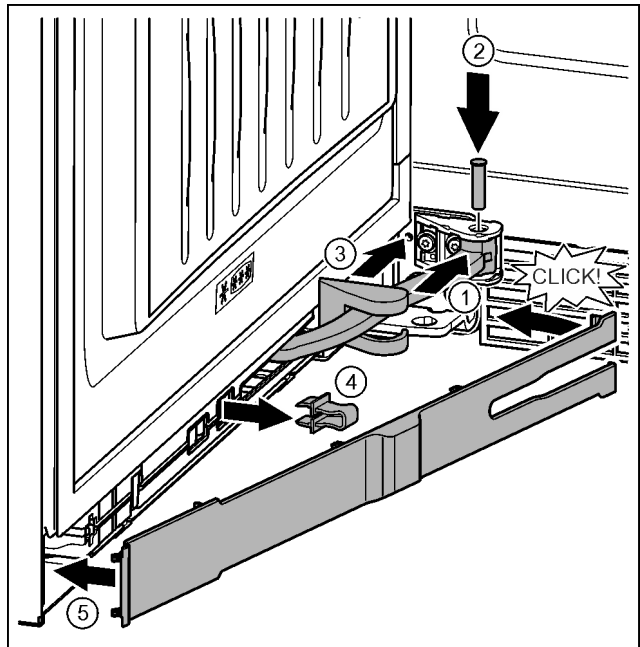

Fig. 40
- ▶ Повернуть шарнир в навеску. Fig. 40 (1)
- ▶ С помощью отвертки T15 вставить палец в навеску и шарнир. При этом следить за тем, чтобы выступ фиксатора занимал правильное положение в пазу. Fig. 40 (2)
- ▶ Переместить крышку опорного кронштейна вдоль шарнира и установить над навеской. Fig. 40 (3)
- ▶ Снять предохранитель. Fig. 40 (4)
- ▶ Установить накладку со стороны ручки и повернуть. Fig. 40 (5)